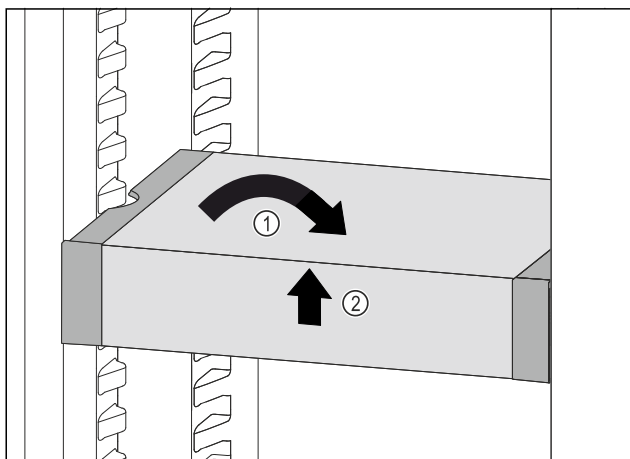

Fig. 105
- VarioSafe postavte rovně. Fig. 105 (1)
► VarioSafe vpředu zvedněte. Fig. 105 (2)